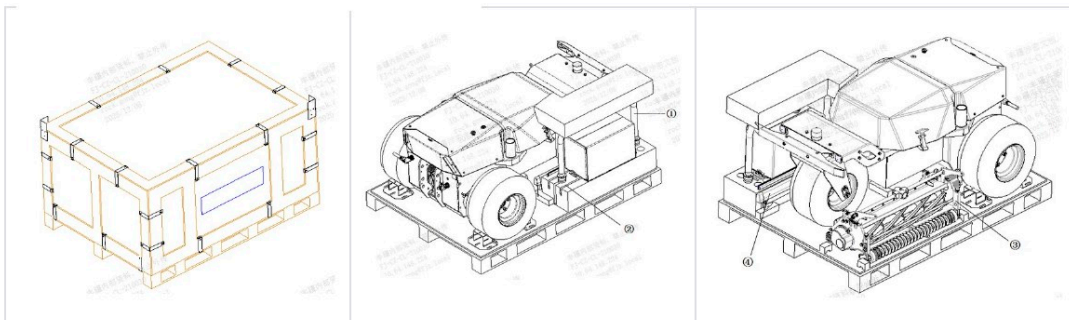
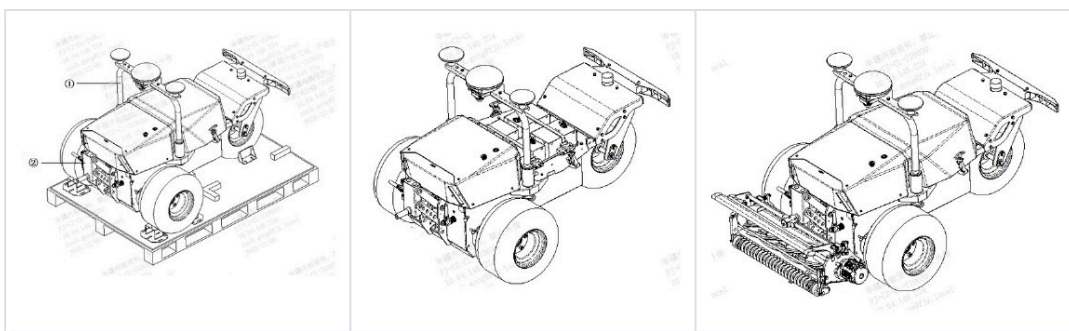

Bild 10 Bild 11 Bild 12
Bild 13 Bild 14 Bild 15
7. Skär först bort omslagsfilmen utanför förpackningslådan, ta sedan bort trälådans topp- och sidopaneler (se bild 10 och 11). 8. Ta bort de mindre tillbehören från pallen och montera lyftfästet och antennfästet (se bild 13). 9. Ta bort de fasta däck från hela maskinen och montera batteriet (se bild 14). 10. Slå på maskinen och styr hela fordonet ner på marken. 11. Montera klippdäcket och den främre stötfångaren (se bild 15). 12. Anslut cylindermotorns kontakt och den främre stötfångarens kontakt, och fixera kabelhärvan.